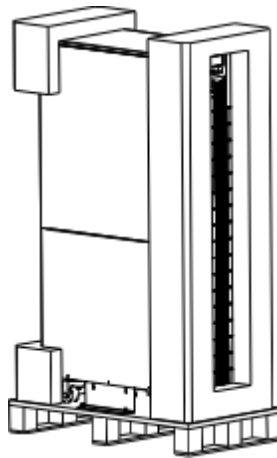

Figura 2-3 Desmontar la carcasa
3. Desembale el paquete como se muestra en la figura 2-3.